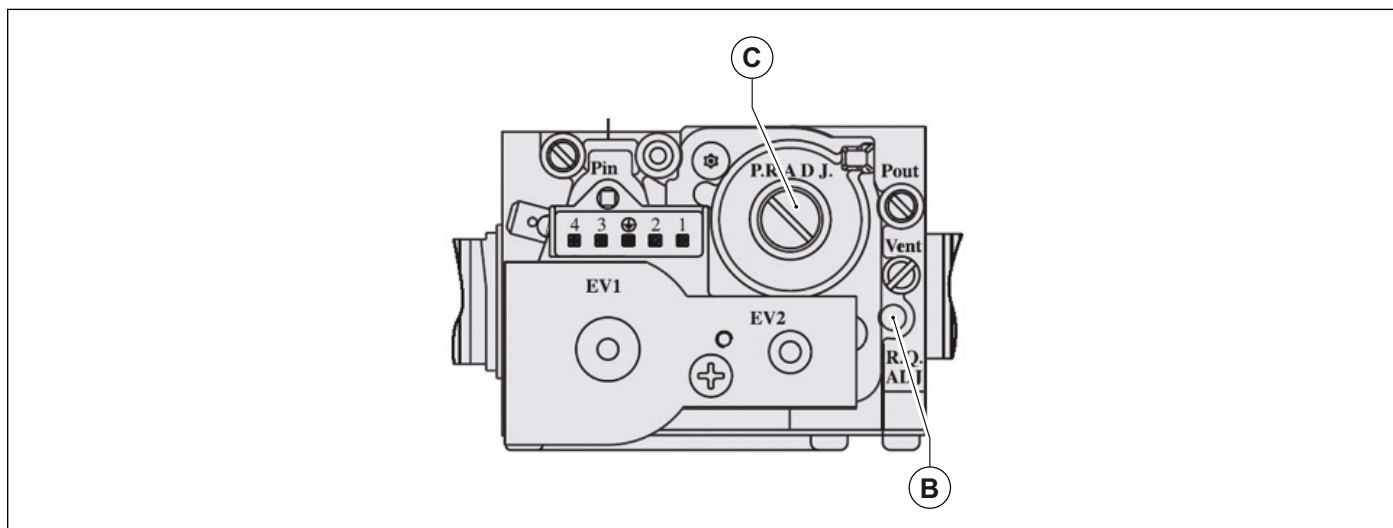

Fig. 29 Regolazione valore anidride carbonica
- Regolare il valore dell'anidride carbonica (CO2) nei fumi ruotando il regolatore di rapporto **B** (vedi Fig. 29 Regolazione valore anidride carbonica) e assicurarsi che rientri nei limiti della Tab. 16 Valori di CO2 nei fumi. Lasciare la caldaia in modalità spazzacamino e portarsi al passo successivo di regolazione alla potenza minima.
- Regolare il valore dell'anidride carbonica (CO2) nei fumi ruotando il regolatore di offset **C** (vedi Fig. 29 Regolazione valore anidride carbonica) e assicurarsi che rientri nei limiti della Tab. 16 Valori di CO2 nei fumi.